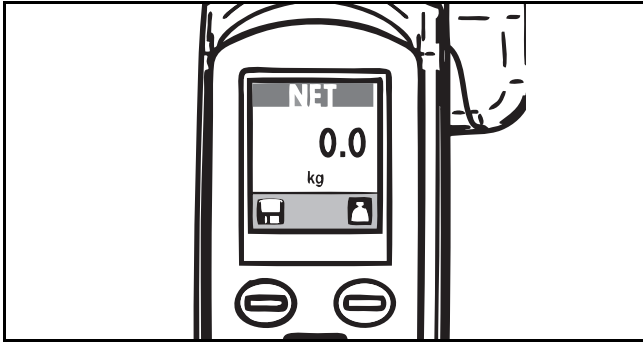

Fig. 63
- 3) Prima o botão "Balança" para pôr a balança a zero. O visor irá apresentar um peso de zero (consulte a Fig. 63).